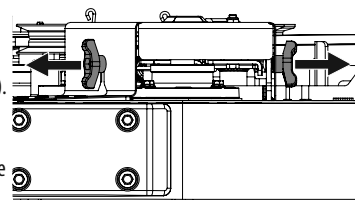

Figura 53
2. Retire los tornillos mariposa hexagonales que sujetan las cubiertas de las correas a la plataforma. Consulte la Figura 53.